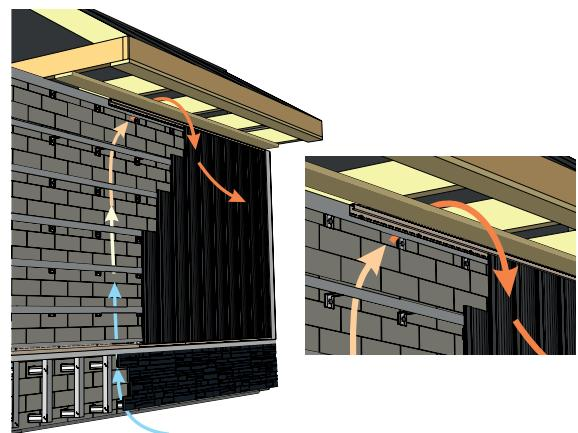

Рисунок 15
- 9.6** Софитная группа не должна перекрывать вентиляционный канал, не мешать движению воздуха под сайдингом (рис. 15).